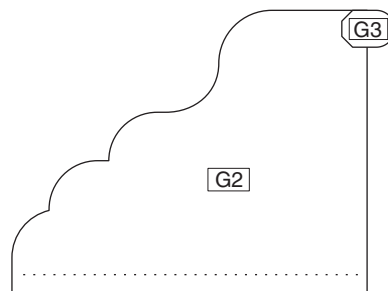

Abb. 5: Seitenblende mit Fußraste
**Schritt 29:** Falzen Sie die Klebelasche an der rechten Seitenblende [G2, Bogen 7] nach hinten und kleben Sie die Fußraste 1 [G3, Bogen 7] mit ihrer grauen Fläche auf die markierte Stelle auf der schwarzen Rückseite der Seitenblende (Abb. 5). An der einen Kante der Seitenblende schließt sie dabei mit der Kante ab, an der anderen ragt das goldbedruckte halbrunde Ende über die Kante hinaus. Kleben Sie dann die rechte Seitenblende mit ihrer Lasche an der rechten Kante des Deckels fest, so dass sie hinten exakt mit ihm abschließt und vorne gerade bis zum Scharnierfalz des Deckels reicht.